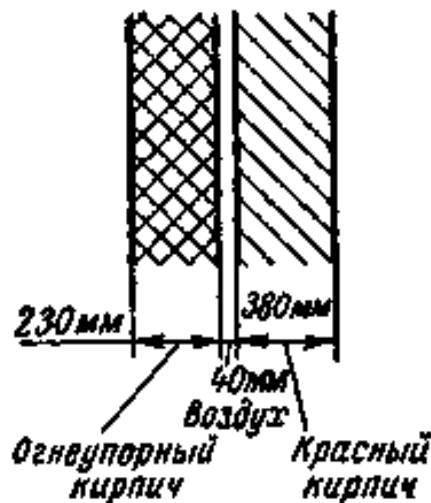

Рис. 1.
**Задача 1.** Выяснить влияние воздушной прослойки в обмуровке парового котла (рис. 1) на потерю тепла в окружающую среду и на температуру наружной поверхности обмуровки, если: